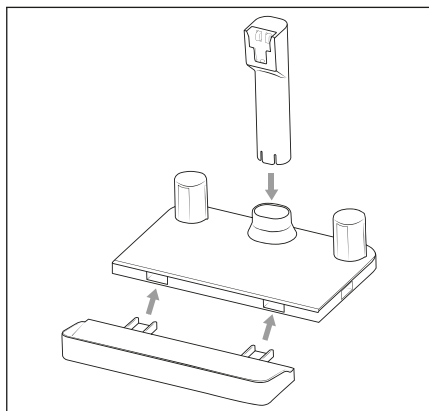

Fig. 4
① Nota
- 1) Monte a estação de carregamento 15 e fixe o suporte do aparelho 17 à estação de carregamento 15 (ver fig. 4).